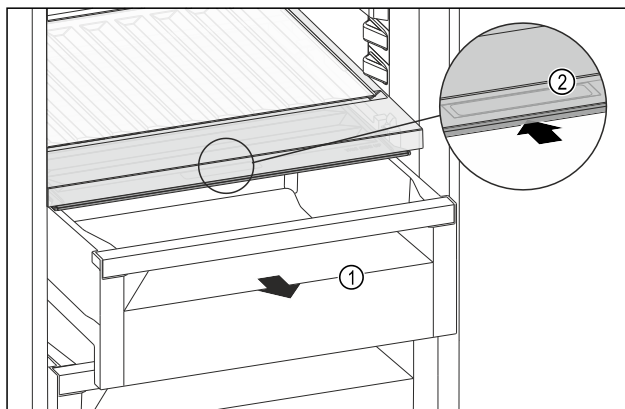

Fig. 173
- ▶ Izvlecite predal *Fig. 173 (1)*.
- ▶ Primite prijemalno vdolbino *Fig. 173 (2)* na pokrovu predala in pokrov predala istočasno potisnite nazaj.